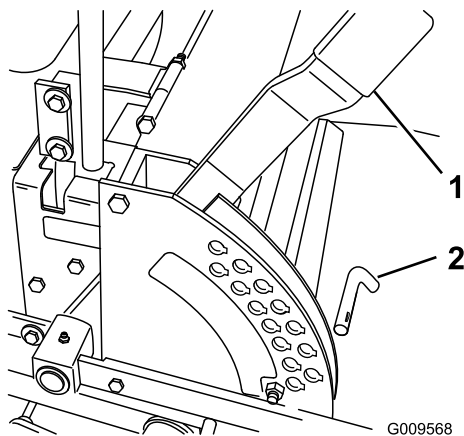

Figure 19
1. Élevez le levier de sélection de hauteur de coupe en position de TRANSPORT (qui correspond aussi à la hauteur de coupe de 127 mm) (Figure 19).
2. Pour changer de hauteur de coupe, retirez l'axe du support de hauteur de coupe (Figure 19).
3. Placez l'axe dans le trou du support correspondant à la hauteur de coupe voulue (Figure 19).